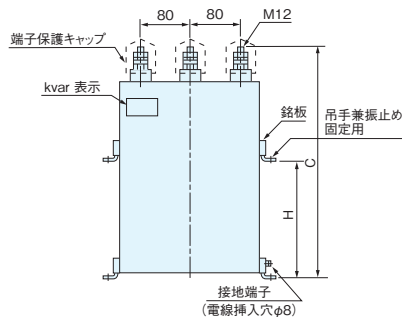

図 2
(注) 1. 本コンデンサは400 Vでも使用可能です。集合にてご使用になる場合は温度上昇を考慮してコンデンサ相互の間隔を図1においては20 mm、図2においては40 mm以上離して空気の流通を良くしてください。また、壁面との間隔を図1においては10 mm、図2においては20 mm以上確保してください。
2. 集合にてご使用になる場合は温度上昇を考慮してコンデンサ相互の間隔を図1においては40 mm、図2、図3においては70 mm以上離して空氣の流通を良くしてください。また、壁面との間隔を図1においては20 mm、図2、図3においては35 mm以上確保してください。
5. 接地端子の締付トルクは、図1においては2±0.4N・m、図2・3においては6.5±1N・mです。